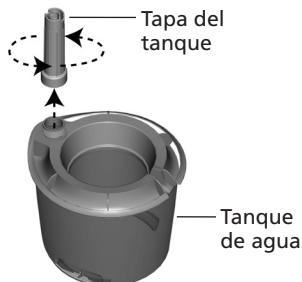

Figura 10
- Voltee el tanque de agua y desenrosque la tapa del tanque girándola hacia la izquierda. Vea la figura 10.